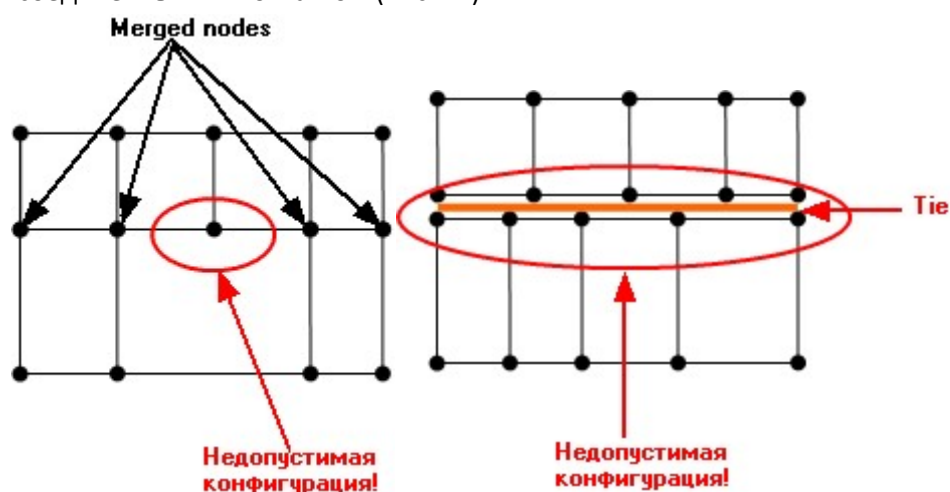

Рис. 12. Требования к модели ABQ по созданию сетки.
- Созданной на сплошной сетке. Сетка не должна иметь «Двойных» узлов, модифицированных элементов и не должна содержать поверхность двух сеток, соединенных TIE-контактом (Рис. 12).